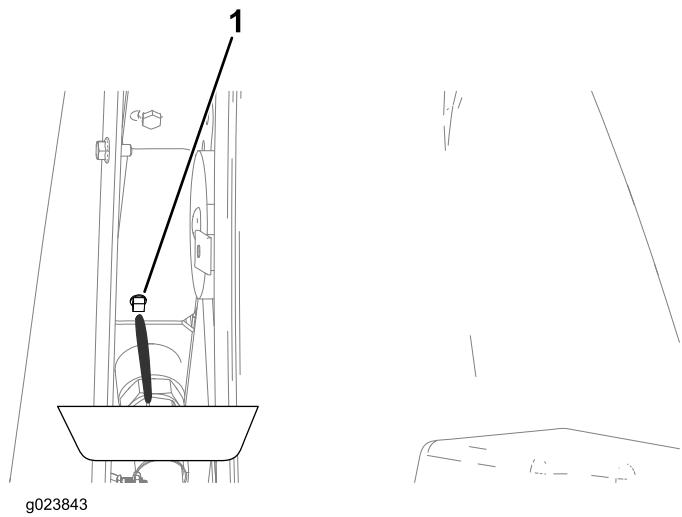

Figura 111
4. Coloque un recipiente debajo del tapón de vaciado (Figura 111).
7. Cierre el tapón de vaciado (Figura 111).
- C. Cierre el tapón de vaciado (Figura 111).
H. Cierre el tapón de vaciado (Figura 111).